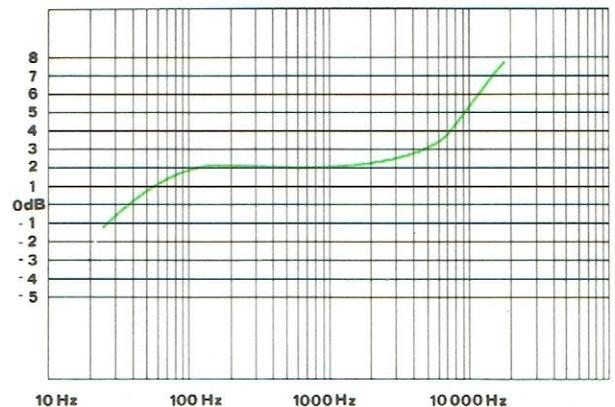

Fig. 17
- Les rapports de V_s en fonction de la fréquence, à la tension V_s pour $f = 1\ \text{kHz}$ sont donnés à la figure 17.